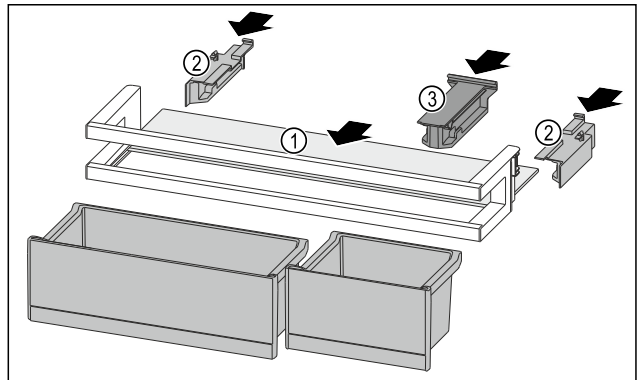

Fig. 91
- Insérer la tablette de rangement Fig. 91 (1) dans les évidements latéraux.
- Installer les parties latérales Fig. 91 (2).
- Installer la pièce de retenue Fig. 91 (3).